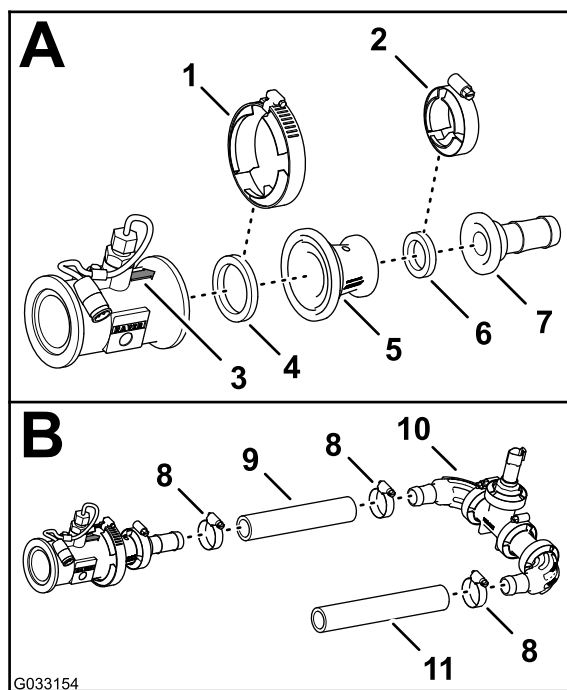

Figure 125
- Alignez le joint (2¼") et l'adaptateur réducteur sur le bout du débitmètre indiqué par la flèche (Figure 125).
- Fixez le débitmètre, le joint et l'adaptateur réducteur (Figure 125) avec un collier bride (76 mm).
- Alignez le joint (2¼") et le raccord cannelé de flexible au bout de l'adaptateur réducteur (Figure 125).
- Fixez le raccord à bride cannelé, le joint et l'adaptateur réducteur (Figure 125) avec un collier bride (51 mm).
- Montez le flexible (1" x 7¼") sur le raccord à bride cannelé et le raccord coudé cannelé du transducteur de pression et du collecteur, comme montré à la Figure 125.
- Fixez le flexible et les raccords cannelés au moyen de 2 colliers (Figure 125).
- Montez le flexible (1 x 8½") sur l'autre raccord coudé cannelé du transducteur de pression et du collecteur, comme montré à la Figure 125.
- Fixez le flexible et le raccord cannelé au moyen d'un collier (Figure 125).